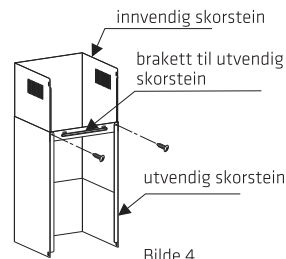

Bilde 2
- Når du har avgjort høyden til avtrekkshetten, må du måle plasseringen til hullene for å henge hetten og brakett til innvendig skorstein. Bor 4 Ø8 hull, 2 for brakett til innvendig skorstein og 2 for å henge hetten og å holde hetten i vater. Festeposisjonen for brakett til innvendig skorstein er den høyeste plasseringen til innvendig skorstein. Se bilde 2.
- Skrut 2 stk. 4 x 30 mm-skruer på veggen med veggplugg for å feste hetten, og bruk deretter 2 stk. 4 mm x 40 mm-skruer for å feste brakett til innvendig skorstein. Se bilde 2.